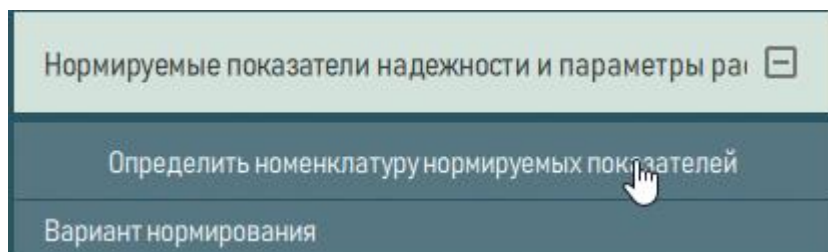

Рисунок 124 – Секция «Нормируемые показатели надежности и параметры работы» в окне «Создать»
3) В секции «Нормируемые показатели надежности и параметры работы» нажать кнопку «Определить номенклатуру нормируемых показателей» (рисунок 124).